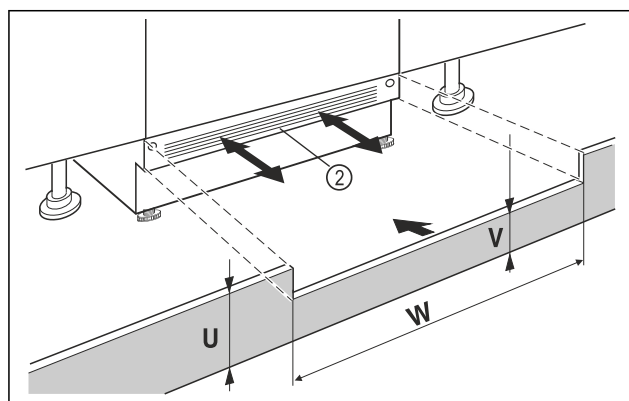

Fig. 11 Exempel
- Sätt på skåpets sockelpanel *Fig. 11 (2)* men fixera den inte än.
- Om sockelpanelen syns *Fig. 11 (2)* ska den dras framåt tills ventilationsgallret och möbelsockelpanelen ligger kant i kant.
- Om sockelpanelen är dold *Fig. 11 (2)* ska den skjutas bakåt så långt det går.
- Se till att ventilationsöppningarna är helt fria: Skär vid behov av möbelsockelpanelens *Fig. 11 (U)* på höjden!
- Längs nischens bredd passas *Fig. 11 (W)* stagets höjd *Fig. 11 (V)* under skåpets sockelpanel *Fig. 11 (2)* in.